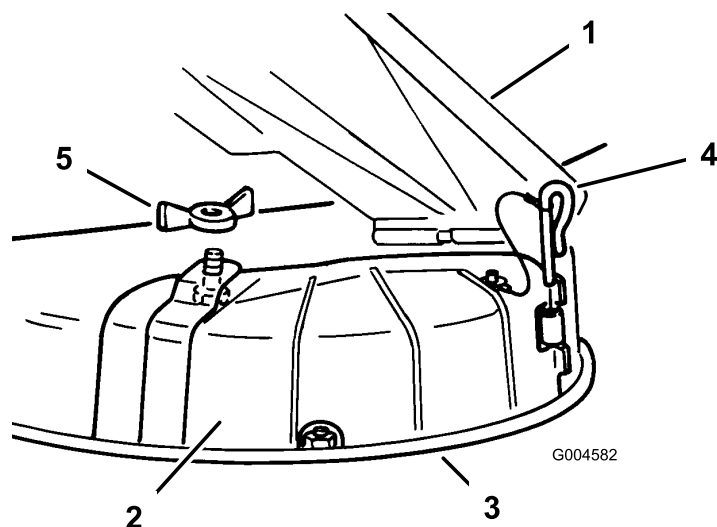

Bild 21
3. Entfernen Sie die Flügelmuttern und die Schraube, mit denen die Abdeckung befestigt ist (Bild 21).
4. Entfernen Sie die Scharnierstifte, mit denen die Abdeckung am Mähwerk befestigt sind (Bild 21).
3. Heben Sie das Ablenkblech hoch und legen die Auswurfkanalabdeckung über die Öffnung und auf die untere Lippe des Mähwerks, wobei Sie die Abdeckung gleichzeitig in das vordere Scharnier stecken (Bild 21).
4. Schieben Sie den Scharnierstift durch das Scharnier (Bild 21).
5. Befestigen Sie die Auswurfkanalabdeckung mit der Flügelmutter am Mähwerk (Bild 21).